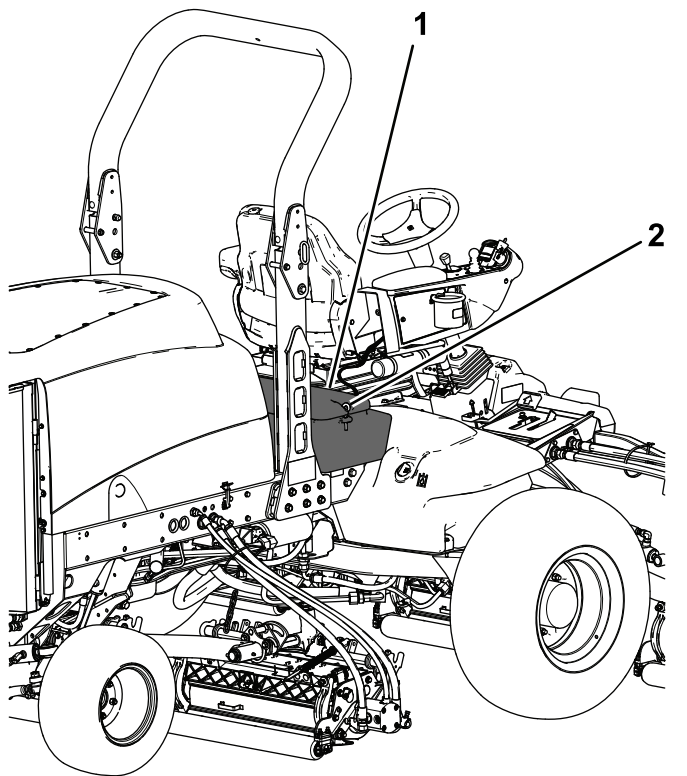

Figure 57
2. Déverrouillez et soulevez le panneau de la console (Figure 57).